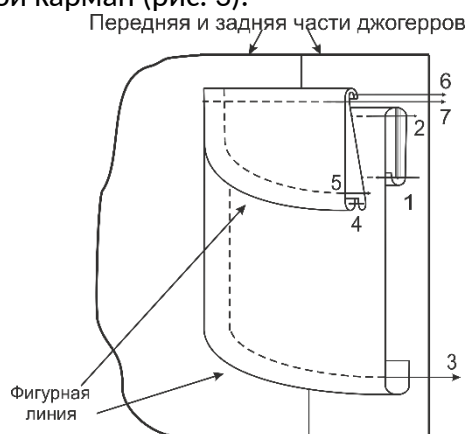

Рис. 3
3. Обработайте средний срез брюк, имитирующий застёжку (Рис.3).
5. Обработайте накладной карман (рис. 3).